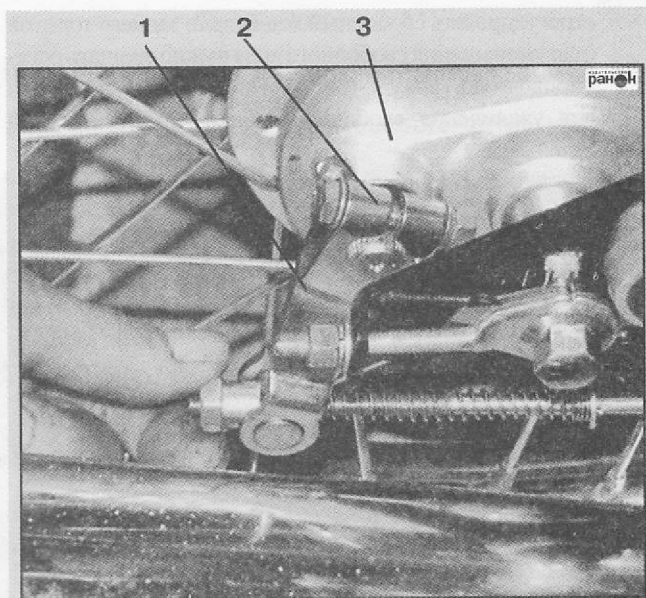

Рис. 34. Регулировка заднего тормоза: 1 - регулировочная гайка; 2 - тормозной рычаг; 3 - гайка тормозного рычага заднего колеса
- отрегулировать свободный ход педали заднего тормоза (для уменьшения свободного хода нужно вращать регулировочную гайку 1 (рис. 34) по часовой стрелке, а для увеличения свободного хода - против часовой стрелки);
Отрегулировать задний тормоз можно переставив на 1-2 шлица тормозной рычаг 2 (рис. 34).